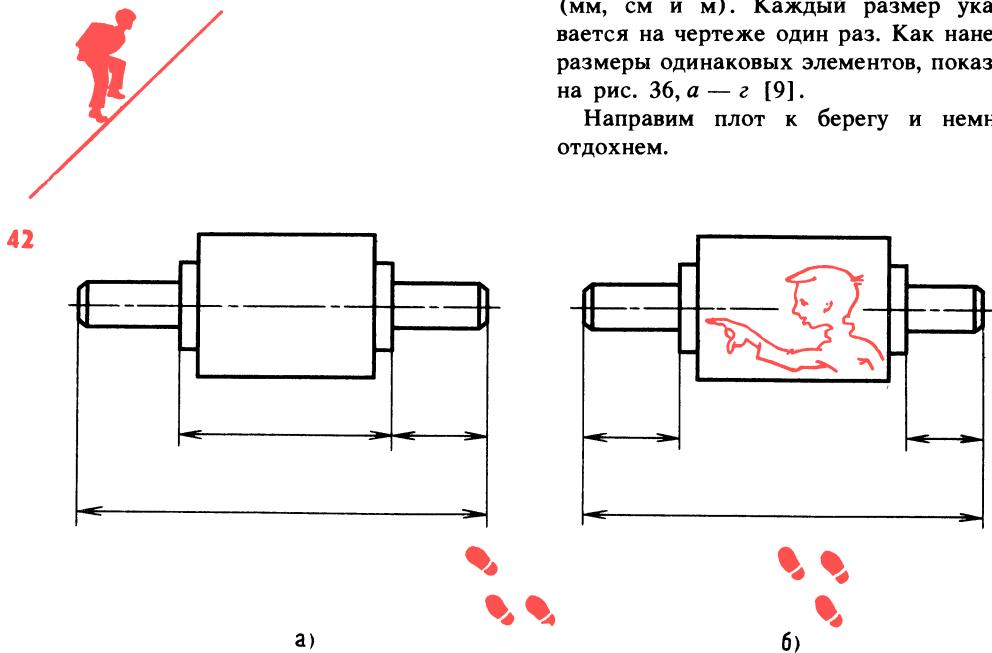

Рис. 35. К задаче 42
42. Определите, на каком из двух валиков размеры проставлены правильно (рис. 35, а и б)?